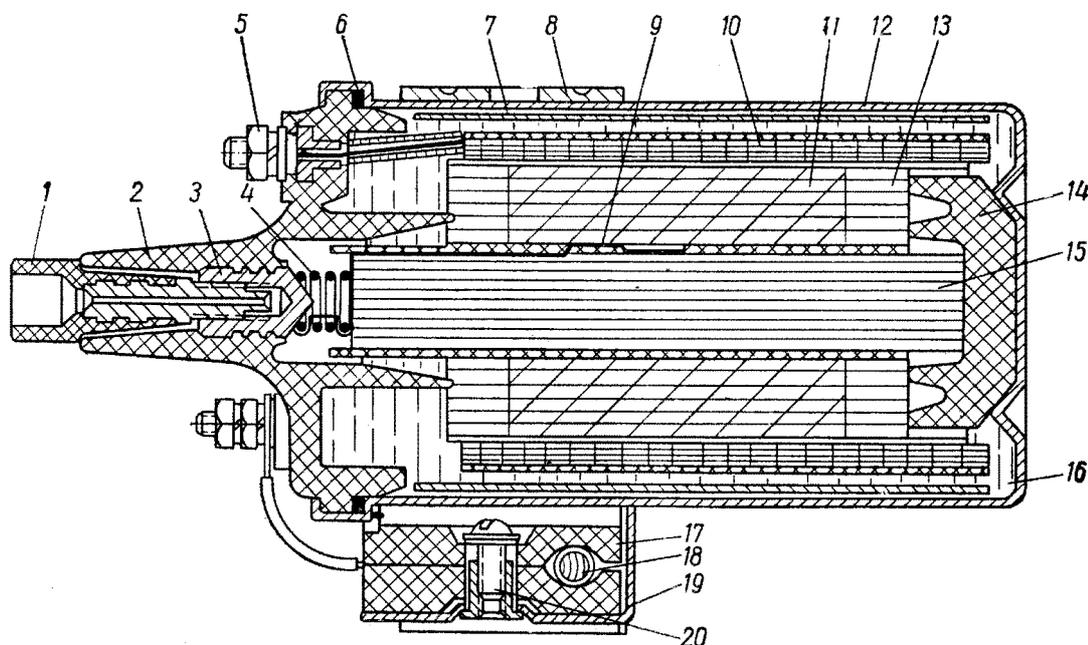

Рис. 193. Катушка зажигания:
**Катушка зажигания** (рис. 193) служит для преобразования тока низкого напряжения в ток высокого напряжения.